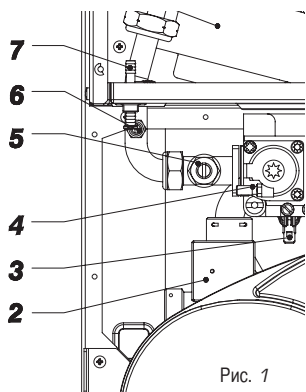

Рис. 1
Электрически отсоедините зонд накала (SM), подсоединяя шнуры к другому свободному аналогичному зонду. Поверните на максимум ручку потенциометра отопления, отсоедините ручку и подсоедините дифманометр (знак +) к клемме давления воздуха (7 Рис. 1).